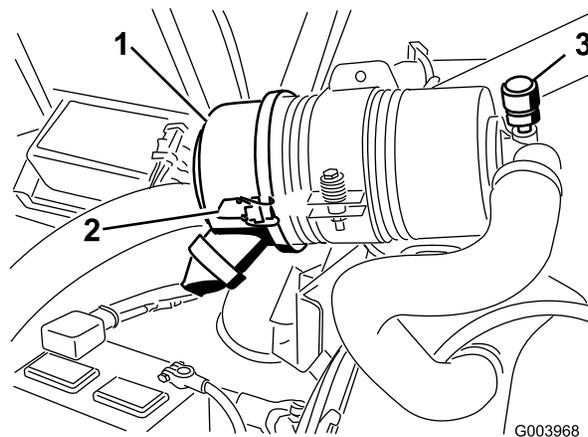

Figura 58
Faça a manutenção ao filtro de ar apenas quando o indicador de manutenção (Figura 58) o exigir. Mudar o filtro de ar antes de ser necessário apenas aumenta a possibilidade de entrar sujeira no motor quando se retira o filtro.
1. Liberte os trincos que fixam a cobertura do filtro de ar ao respectivo corpo (Figura 58).